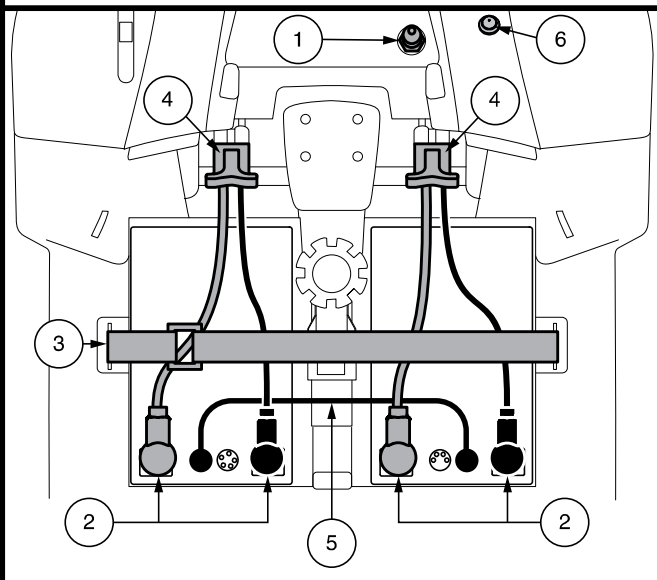

Figura 12. Rimozione della batteria/ installazione di terminali e connessioni
3. Scollegare le connessioni telaio anteriore-posteriore. Staccare entrambi i connettori della batteria tirandoli fuori dalla morsettiera. **Vedere figura 12.**
6. Posizionare la batteria nuova nell'alloggiamento corrispondente. Orientare i poli di ciascuna batteria in direzione opposta al sellino con il polo positivo (+) e negativo (-) posizionati come illustrato nella **figura 12**
**AVVERTIMENTO!** Di fronte a una situazione di emergenza, le batterie possono essere scollegate rapidamente tirando **IN AVANTI** la fascetta di scollegamento della batteria di emergenza. Fai attenzione. Tenere presente che l'interruzione dell'alimentazione allo scooter può causare l'arresto improvviso dello scooter. Per rilasciare l'arresto di emergenza e ripristinare la capacità di guida dello scooter, rimuovere il sedile e la copertura della batteria e ricollegare il connettore della batteria come mostrato nella Figura 12.
*NOTA: se in dotazione, assicurarsi che l'interruttore di disconnessione della batteria sia in posizione "on" (-) prima di caricare la batteria del veicolo. La batteria **NON** si caricherà se l'interruttore di scollegamento della batteria è in posizione "off" (O). Vedere la figura 12.*
**AVVERTIMENTO!** Di fronte a una situazione di emergenza, le batterie possono essere scollegate rapidamente premendo l'interruttore di scollegamento della batteria in posizione "off", che farà scattare il pulsante. Fai attenzione. Tenere presente che lo spegnimento dello scooter potrebbe causare l'arresto improvviso dello scooter. Per rilasciare l'arresto di emergenza e ripristinare la capacità di guida dello scooter, premere nuovamente il pulsante di scollegamento della batteria, portandolo in posizione "on". Vedere la figura 12.